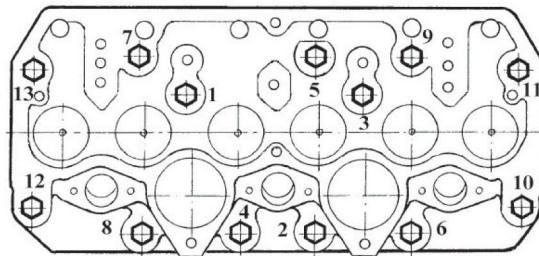

Рис. 2 - Схема последовательности затяжки болтов крепления головки цилиндров
- 5.) Произвести затяжку болтов (гаек) крепления головок динамометрическим ключом, моментом  $200 \pm 10$  Н·м в последовательности, указанной на схеме (Рис. 2).